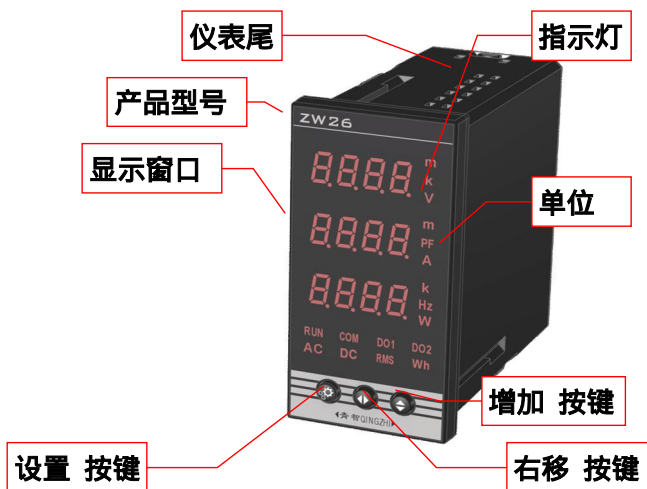

图 2 ZW2613/2612 仪表实物图示
3.1 ZW2613/2612电量表外观相同、操作按键相同、数据显示窗口相同，请参照图 2说明：